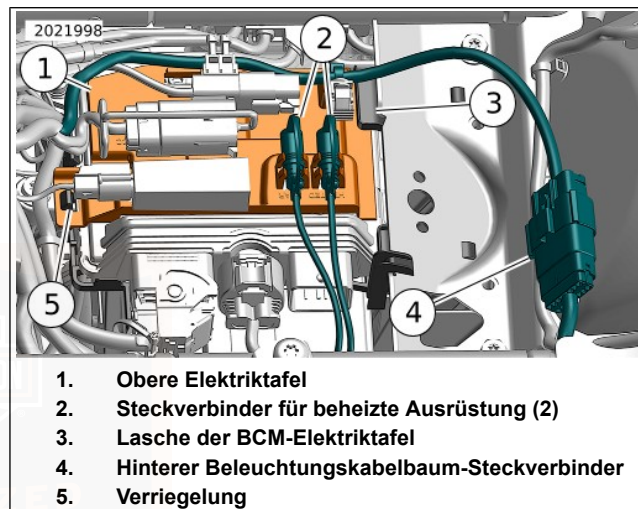
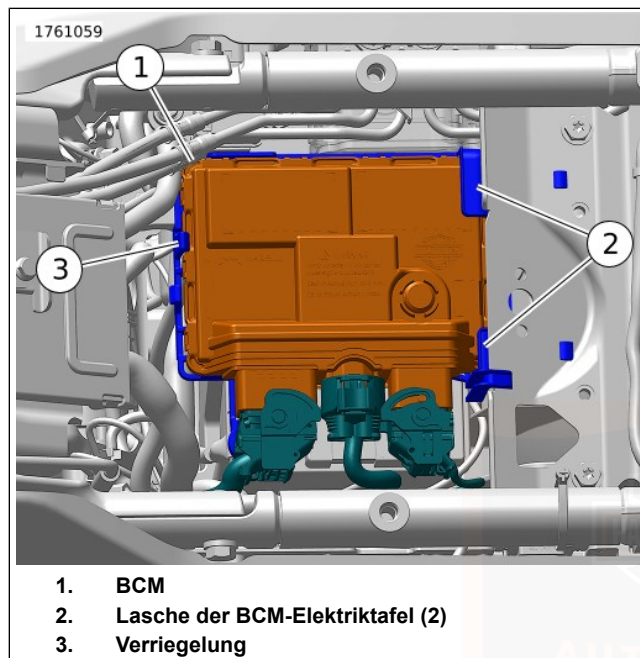
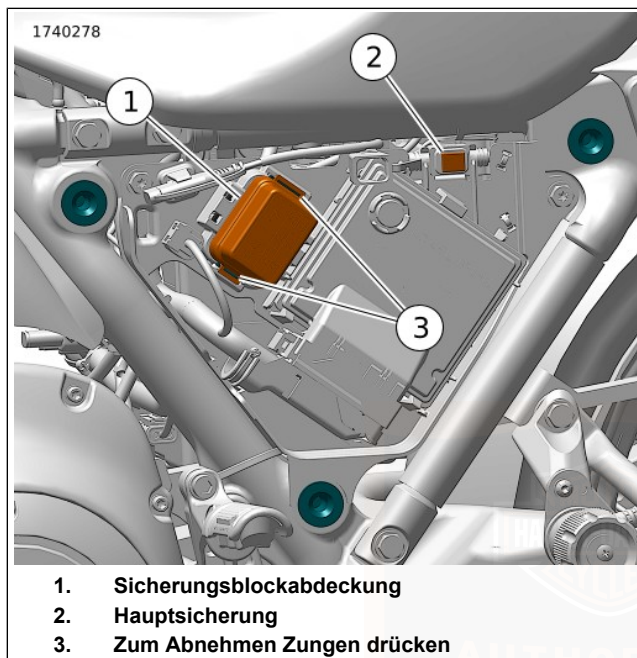

Abbildung 110. Ausbau/Einbau der oberen Elektriktafel
Abbildung 111. Ausbau/Einbau des BCM
Abbildung 114. Sicherungsblock (unter der linken Seitenabdeckung)
- d. Siehe Abbildung 114 . Die Hauptsicherung (2) ausbauen.
3. Siehe Abbildung 110. Den Steckverbinder (4) des hinteren Beleuchtungskabelbaums abklemmen.
4. Die Steckverbinder (2) der beheizten Ausrüstung von der oberen Elektrizitätstafel (1) entfernen.
5. Die Verriegelung (5) leicht nach hinten drücken und die Vorderseite der oberen Elektrizitätstafel anheben. Die obere Elektrizitätstafel nach vorne schieben, um sie von der Lasche (3) der BCM-Elektrizitätstafel zu lösen.
7. Siehe Abbildung 111. Die Verriegelung (3) leicht nach vorne drücken und die Vorderseite des BCM (1) anheben. Das BCM nach vorne schieben, um es von den Laschen (2) der BCM-Elektrizitätstafel zu lösen.
9. Siehe Abbildung 111. Das BCM (1) in die Position oben auf der BCM-Elektriktafel absenken. Das BCM nach hinten unter die hinteren Laschen (2) der BCM-Elektriktafel schieben.
10. Die Vorderseite des BCM nach unten drücken, bis die Verriegelung (3) einrastet.
11. Siehe Abbildung 110. Die obere Elektriktafel (1) in die Position oben auf dem BCM absenken. Die obere Elektriktafel nach hinten unter die Lasche (3) der BCM-Elektriktafel schieben.
12. Die Vorderseite der oberen Elektriktafel nach unten drücken, bis die Verriegelung (5) einrastet.
13. Die Steckverbinder (2) für die beheizte Ausrüstungen in den Haltern an der oberen Elektriktafel anbringen.
14. Den Steckverbinder (4) des hinteren Beleuchtungskabelbaums anschließen.
15. Siehe Abbildung 114 . Die Hauptsicherung (2) einbauen.
Siehe Abbildung 114. Eine 60 A -Hauptsicherung (2) befindet sich in der Nähe des Sicherungsblocks. Wenn die Hauptsicherung entfernt wird, unterbricht das die Stromversorgung zu allen Systemen, außer Anlasser und Anlassermotor/-magnetschalter.
Siehe Abbildung 114. Sicherungen befinden sich unter der linken Seitenabdeckung.